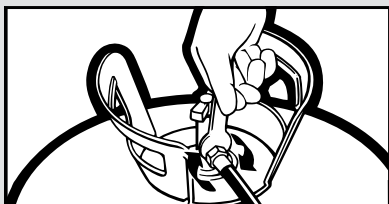

Figure 1
1. À l'aide de la clé de serrage du kit d'assemblage pour le pistolet/ tuyau Insta-Flo™, serrez les embouts de tuyaux pour les deux valves " A " et " B " jusqu'à ce qu'ils soient tous deux bien serrés. (Voir figure 1). La clé est intentionnellement conçue pour se déformer ou se plier si une pression excessive est appliquée.